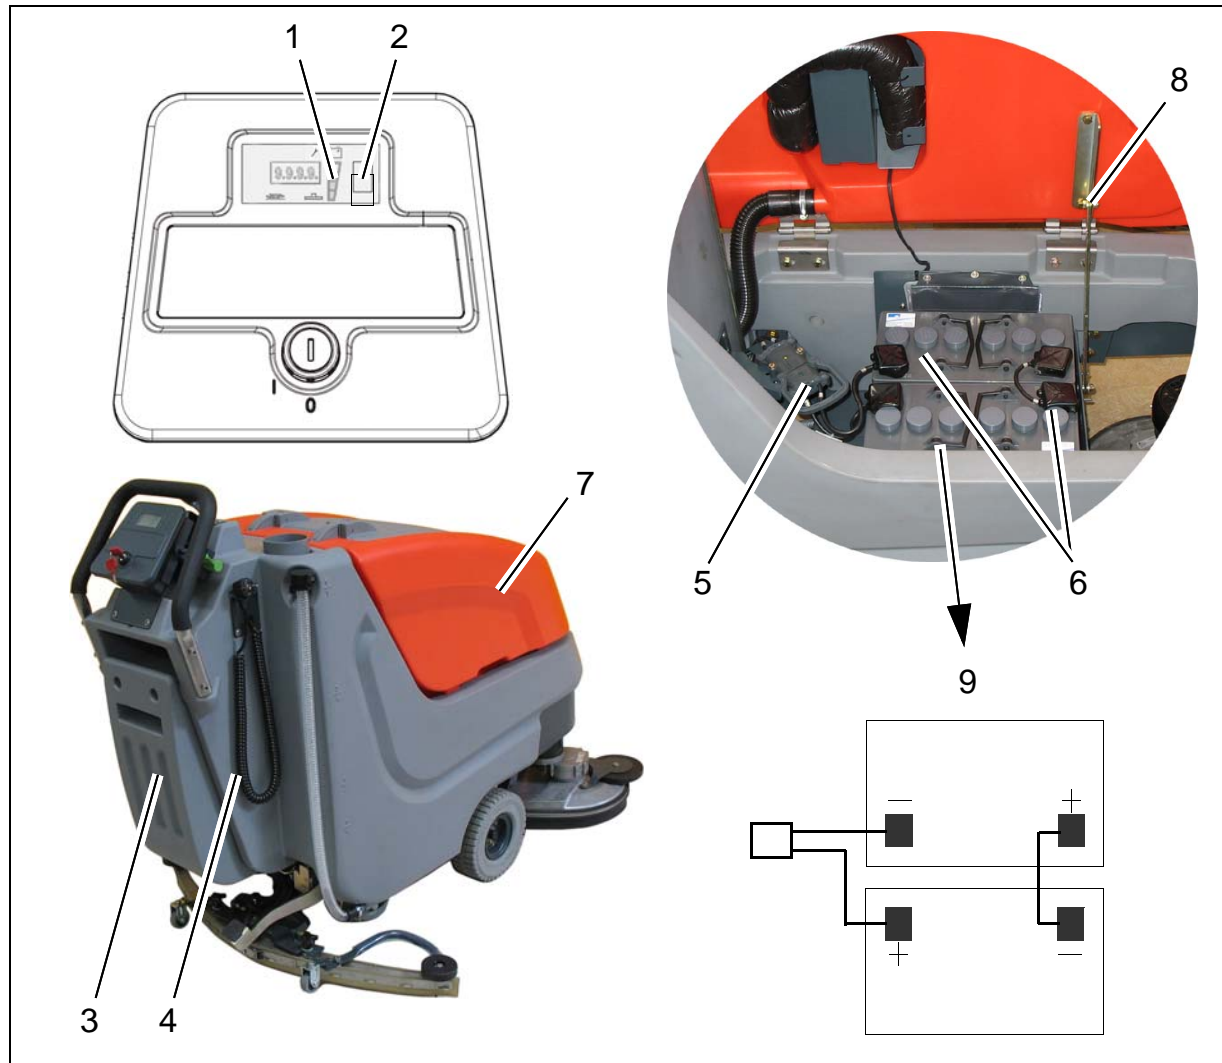

Fig.5
Les batteries se chargent grâce au chargeur de batteries intégré (Fig. 5/3). Le raccordement du chargeur à la fiche à contact de protection se fait par l'intermédiaire du câble secteur (Fig. 5/4). Nous recommandons le chargement des batteries quand, après la marche de la machine, au moins une barre de l'affichage de signalisation de décharge totale est effacée.
3. Ouvrir le réservoir d'eau sale vide (Fig. 5/7) et empêcher qu'il retombe en posant la béquille (Fig. 5/8).
4. Retirer la fiche mâle des batteries (Fig. 5/5).
2. Ouvrir le réservoir d'eau sale vide (Fig. 5/7) et empêcher qu'il retombe en posant la béquille (Fig. 5/8).
4. Relier les pôles des batteries conformément au plan de raccordement (Fig. 5/9) avec les câbles de raccord qui se trouvent dans le sachet supplémentaire. Veiller à ce qu'ils soient placés stablement et graisser les pôles.